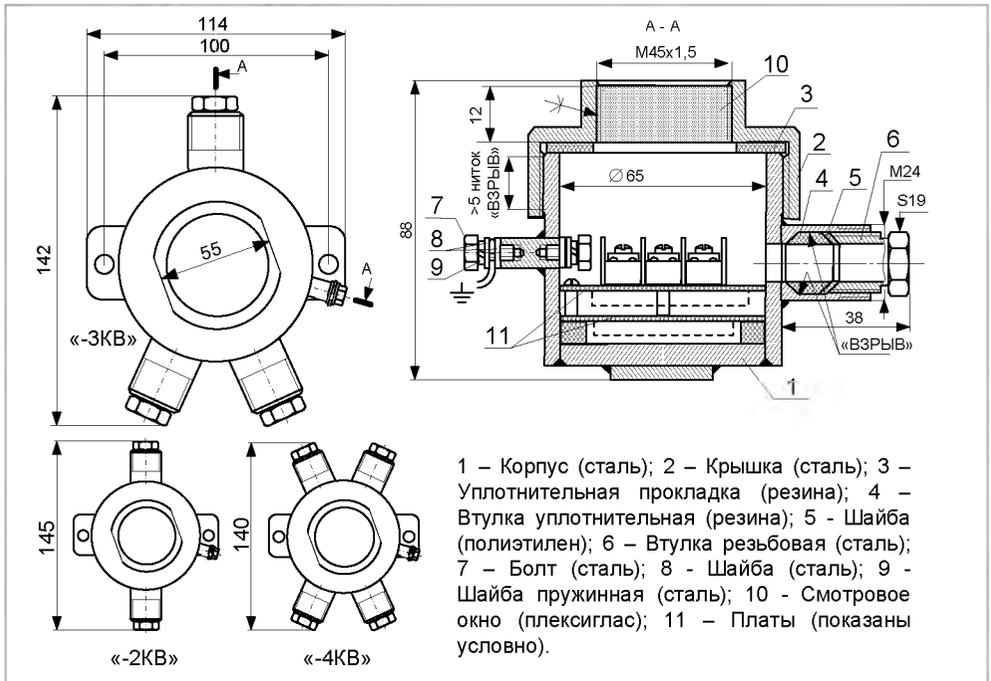
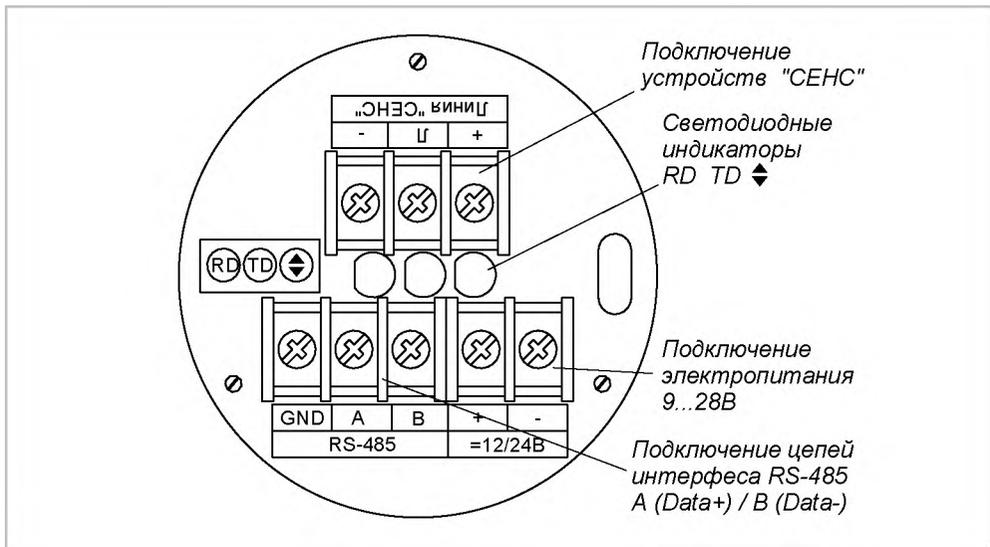

Рисунок 1. Внешний вид. Размеры. Чертеж средств взрывозащиты
Рис. 2. Внешний вид платы адаптера. Назначение контактов и индикаторов.
5.1.1 Адаптер (рис. 1) состоит из стального корпуса с кабельными вводами (число кабельных вводов – 2, 3, 4 – определяется вариантом исполнения), в котором размещены две печатные платы с элементами схемы, закрываемым навинчивающейся крышкой со смотровым окном. Герметичность корпуса обеспечивается резиновыми уплотнениями. На верхней плате расположена собственно схема адаптера ЛИН-RS485 Modbus, винтовые клеммные зажимы и светодиодные индикаторы (см. рис. 2). На нижней плате располагается DC-DC преобразователь напряжения, осуществляющий питание схемы и выдающий напряжение в линию питания-связи устройств СЕНС. Платы связаны между собой проводами.
### 5.1.2 Назначение винтовых клеммных зажимов (рис.2).
Взрывозащищенность устройства (рис. 1) обеспечивается применением вида взрывозащиты "взрывонепроницаемая оболочка "d" по ГОСТ Р 51330.1-99 за счет заключения электрических цепей в оболочку, которая выдерживает давление взрыва и исключает передачу взрыва в окружающую среду. Взрывонепроницаемость и герметичность кабельного ввода достигается применением уплотнительной резиновой
Устройство поставляется с крышкой, имеющей **прозрачное смотровое окно** (рис. 1, поз.10) – обозначение «-СВ».
А) по **числу кабельных вводов** корпуса (см. рис. 1, справа). Обозначение: «-2КВ» «-3КВ» «-4КВ»;
7.3.2 Отвернуть крышку 2 (рис. 1). Вывернуть втулки 6 и вынуть резиновые стержни из кабельных вводов.